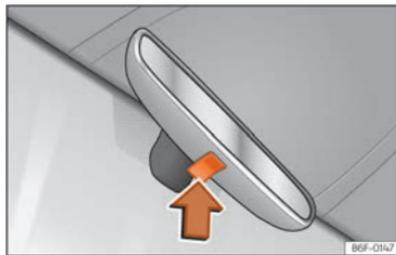

Fig. 78 Retrovisor antideslumbrante manual.
- Para oscurecer el retrovisor pulse la tecla del espejo hacia arriba »» fig. 78 (flecha).